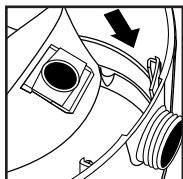

FIGURE 30
42. Glisser le déflecteur d'aspiration, y compris le sac collecteur, dans son guide. **FIGURE 30.**